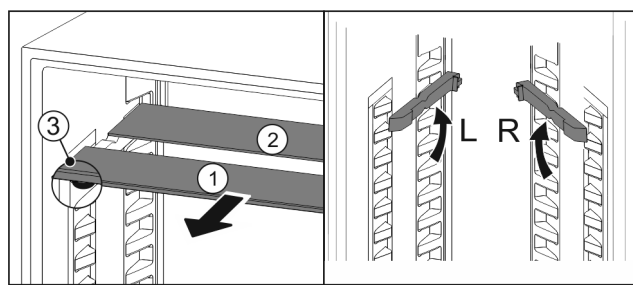

Fig. 104
- Dra ut Fig. 104 (1) glashyllorna framåt en i taget.
- Glashyllan Fig. 104 (1) med dekorlisten ligger längst fram.
- Stoppklackarna Fig. 104 (3) är vända nedåt.